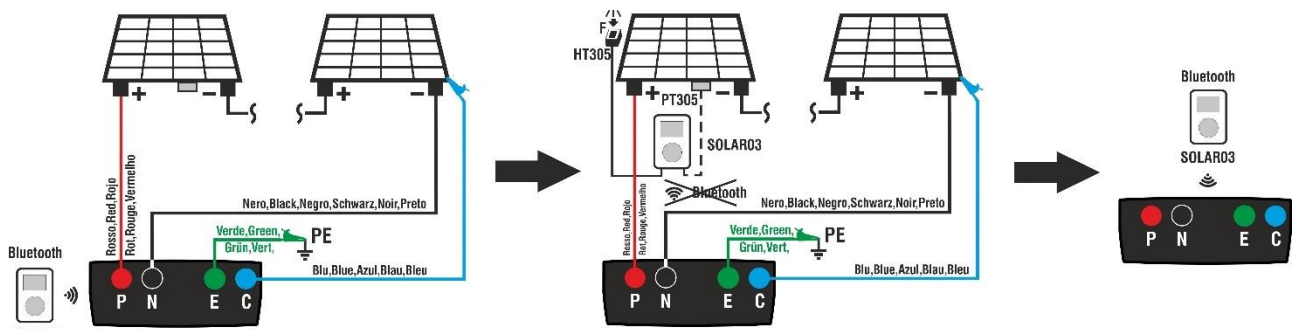
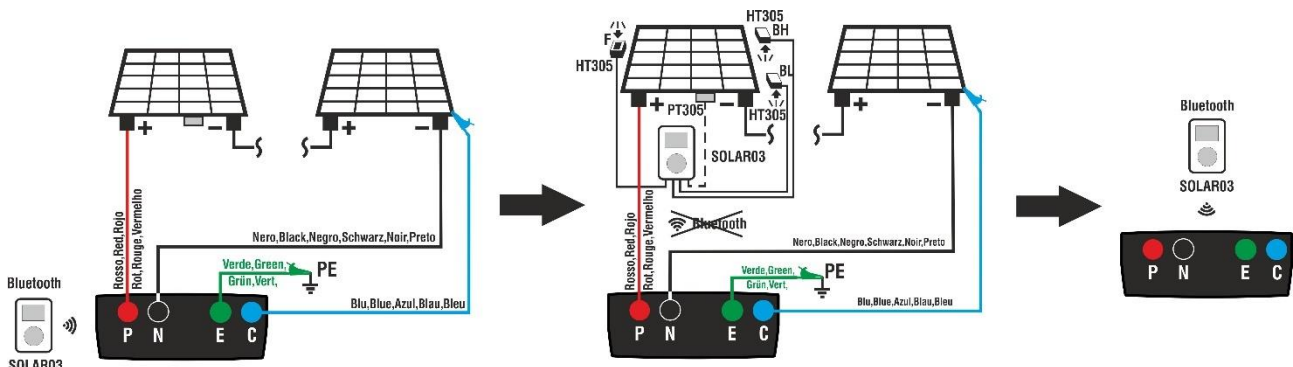

Fig. 13: Uso con SOLAR03 in registrazione su moduli Monofacciali
Fig. 14: Uso con SOLAR03 in registrazione su moduli Bifacciali
1. Collegare lo strumento al modulo/stringa in prova ed eventualmente al nodo principale di terra dell'impianto e alle masse metalliche messe a terra come mostrato nelle Fig. 13 (moduli Monofacciali) o Fig. 14 (moduli Bifacciali). In particolare:
3. Avvicinare l'unità remota SOLAR03 allo strumento come mostrato nelle Fig. 13 o Fig. 14 – parte sinistra
6. Portare l'unità remota in prossimità dei moduli e collegare le sonde di irraggiamento/temperatura come mostrato nelle Fig. 13 o Fig. 14 – parte centrale. **Avendo già avviato la registrazione sulla unità remota SOLAR03 non è necessario il mantenimento della connessione Bluetooth.** Il mantenimento della connessione (se possibile) consentirà solamente il poter avere immediatamente l'esito della prova senza attendere la fine della campagna di misure